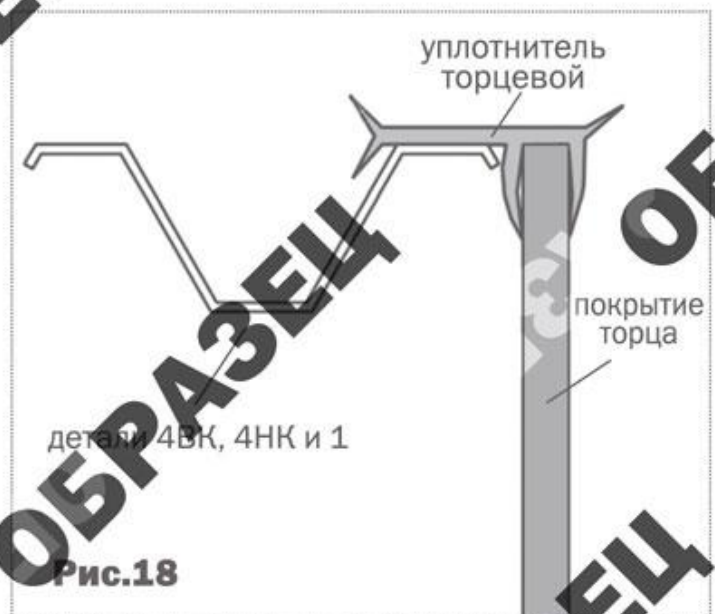

Рис.18
4. Подровняйте ножом куски покрытия по дугам **4НК** и **4ВК** и детали **1**, а затем установите уплотнительный профиль в соответствии с **рис.18**.